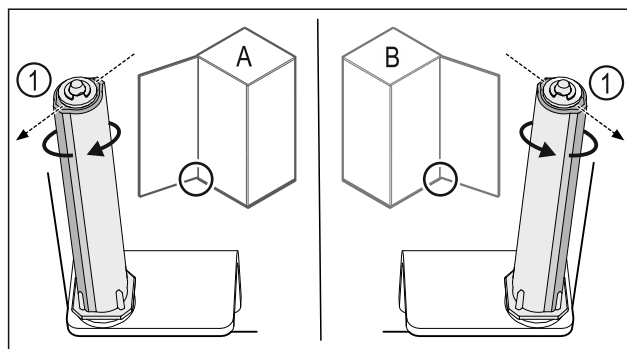

Fig. 37 Отваряне наляво (A) / отваряне надясно (B)
- ▶ Въртете затварящата система срещу съпротивлението, докато реброто на затварящата система Fig. 37 (1) сочи навън.